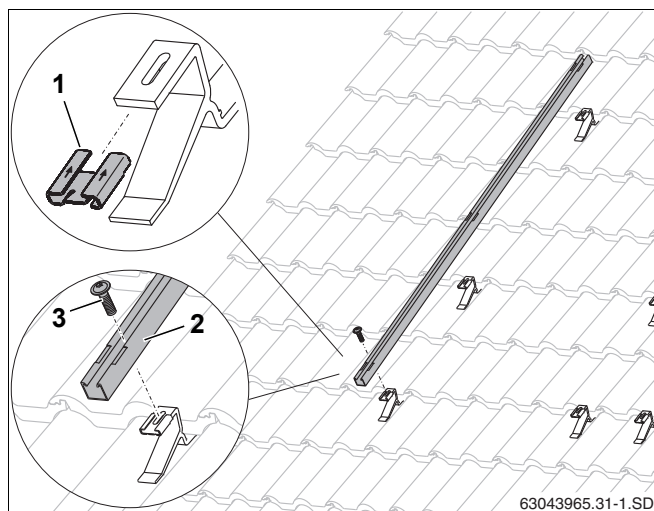

Рис. 29 Крепление профиля для повышенной снеговой нагрузки
- Наденьте сдвижную гайку (рис. 29, поз. 1) по направлению, указанному стрелкой, на кровельный крюк.
- Уложите профиль (рис. 29, поз. 2) на кровельный крюк и закрепите винтом М8 (рис. 29, поз. 3).